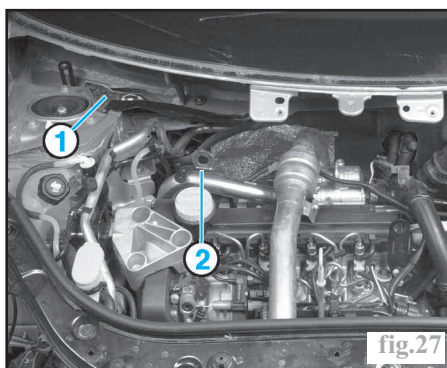
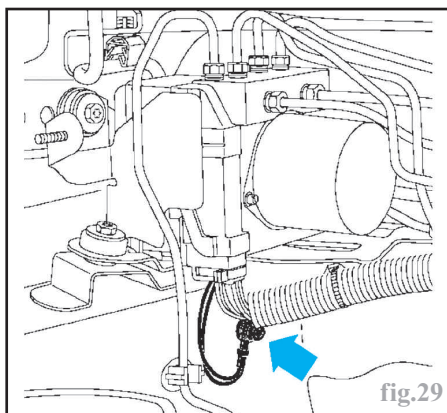

fig.27
fig.29
- l'équerre (1) de la boîte à eau (fig.27),
- l'anneau de levage (2),
- la cosse de masse du bloc hydraulique (fig.29).
- les vis de fixation du support du bloc hydraulique (3),
- prendre soin de placer la cosse de masse avec le fil vers le bas afin d'optimiser l'étanchéité du connecteur de calculateur ABS (fig.29),